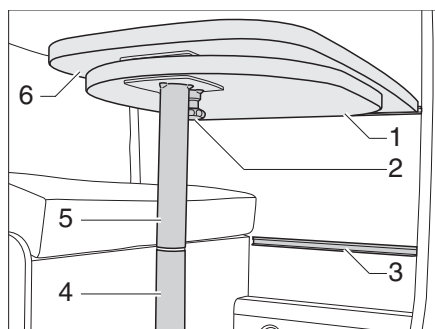

Fig. 35 Tavolo sospeso con piede di sostegno divisibile
*Estrazione:* ■ Tirare in basso il pomello (Fig. 35,2) del bloccaggio ed aprire la prolunga del piano del tavolo (Fig. 35,1).
*Riduzione delle dimensioni:* ■ Richiudere la prolunga del piano del tavolo (Fig. 35,1) sotto il piano del tavolo (Fig. 35,6) fino ad udire la chiusura a scatto.
- Aprire la prolunga del piano del tavolo (Fig. 35,1).
- Sollevare il piano del tavolo (Fig. 35,6) di circa 45° in avanti.
- Estrarre verso il basso la parte inferiore del piede di sostegno (Fig. 35,4) e riporla.
- Agganciare il piano del tavolo ad un angolo di 45° ai supporti del listello di supporto inferiore (Fig. 35,3) e deporlo sul pavimento con la parte superiore del piede di sostegno (Fig. 35,5).